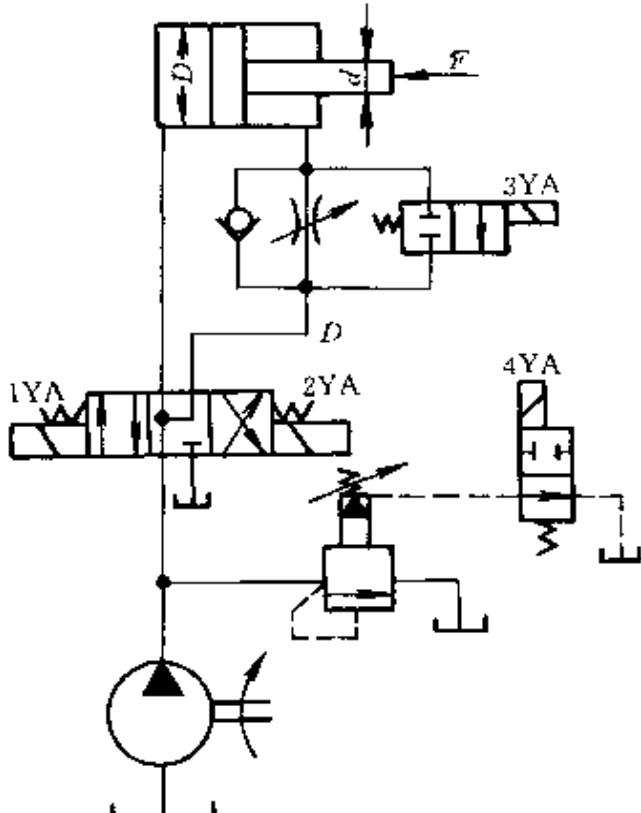

图 7-39 是实现“快进—工进—快退—原位停止泵卸荷”工作循环的液压传动系统
**例 5** 在图 7-39 中, 要求填上电磁铁动作顺序表。若工进速度  $v = 5.6 \text{ cm/min}$ , 液压缸直径  $D = 40 \text{ mm}$ , 活塞杆直径  $d = 25 \text{ mm}$ , 节流阀